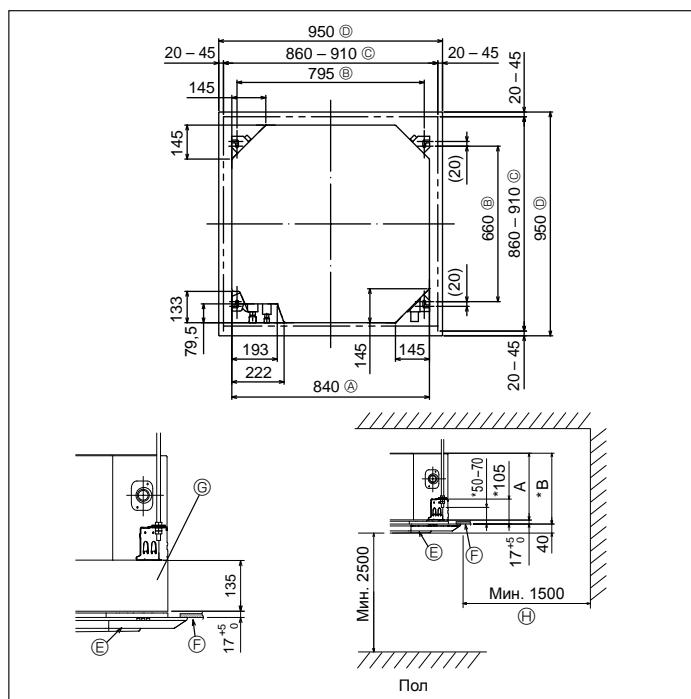

Fig. 3-2
④	Лента (большая)	8
⑤	Лента (маленькая)	1
⑥	Соединительная муфта для дренажа	1
⑦	Изоляция	1
⑧	Гайка раструбного стыка 1/4F(RP60)	1
3.2. Расположение отверстия в потолке и навесных болтов (Fig. 3-2)
- * Размер потолочного отверстия можно регулировать в пределах, указанных на Fig. 3-2, таким образом, чтобы отцентровать главный прибор в потолочном отверстии, обеспечив одинаковые зазоры по всем соответствующим противоположным сторонам.